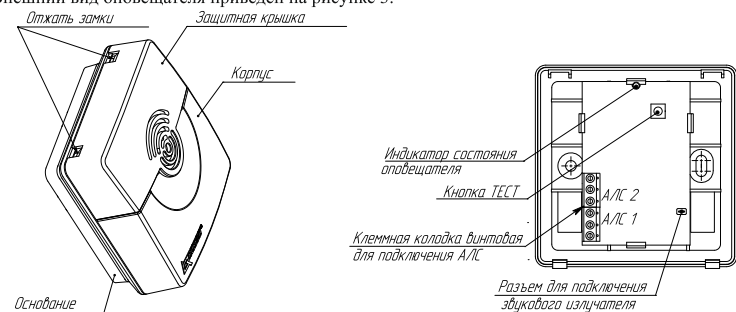

Рисунок 3
5.5 Контроль работоспособности оповещателя осуществляется нажатием на кнопку ТЕСТ (рисунок 3) или направлением луча оптического тестера ОТ-1 на индикатор (луч следует направлять перпендикулярно плоскости установки оповещателя). При контроле оповещатель переходит в состояние «Тест», при котором индикатор непрерывно горит. Состояние «Тест» удерживается оповещателем до получения команды «Снять тест», формируемой прибором. В журнале событий прибора регистрируются записи «Тест есть», а по команде «Снять тест» – «Тест нет».
6.5 Для установки оповещателя необходимо отжать замки и аккуратно отсоединить крышку корпуса вместе с защитной крышкой от основания (рисунок 3).